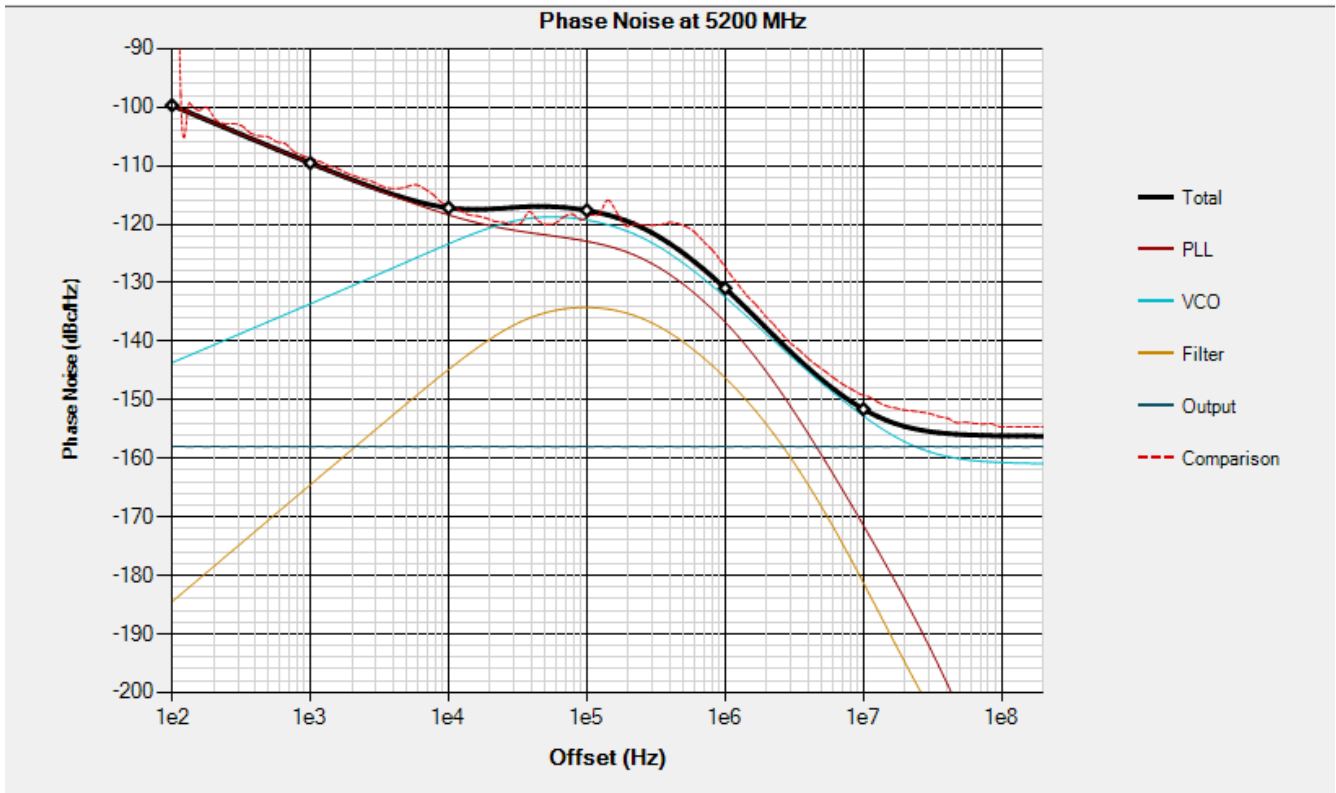

图 12-2. 加载了与 PLLatinum Sim 的比较迹线以完成模拟和测量数据的比较
- 将仿真相位噪声曲线（黑色）与测量的相位噪声曲线（红色，虚线）进行比较。如图 12-2 所示，黑色和红色虚线具有相同的相位噪声。